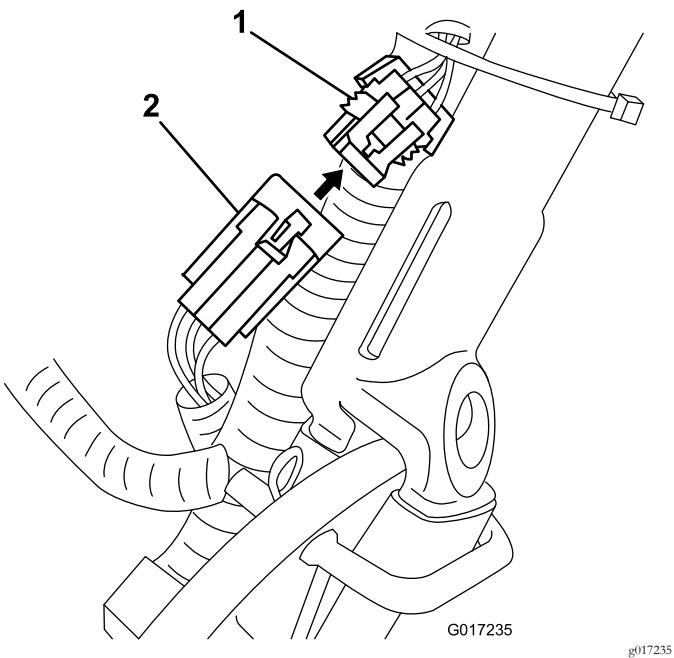

Figura 16
3. Desconecte el conector pequeño, situado en el arnés que va de la batería al arnés de cables de la máquina, del arnés de cables principal (Figura 16).
- Pase el arnés de cables batería-máquina por debajo y por detrás del arnés principal en el lado izquierdo de la máquina y conecte el conector pequeño de 6 pines del arnés al conector correspondiente del arnés de cables principal, tal y como se indica en la Figura 16.